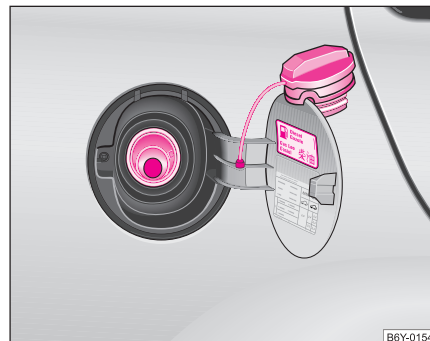

Fig. 137 Tapa del depósito de combustible
Hay diferentes clases de gasolina. Lea el cuaderno "Datos Técnicos" para saber qué tipo de gasolina necesita su vehículo. Puede encontrar la misma información también en su vehículo, en el lado interior de la tapa del depósito de combustible ⇒ página 194, fig. 137.
- Desenroscar hacia la izquierda el tapón de cierre del depósito y colocarlo por arriba en la tapa del depósito ⇒ **página 194, fig. 137**.